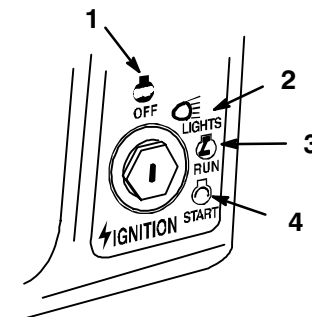

Bild 5
6. Drehen Sie den Zündschlüssel im Uhrzeigersinn und halten ihn auf "START" (Bild 5). Lassen Sie den Schlüssel sofort los, wenn der Motor anspringt.
3. Drehen Sie den Zündschlüssel auf "AUS" (Bild 5).